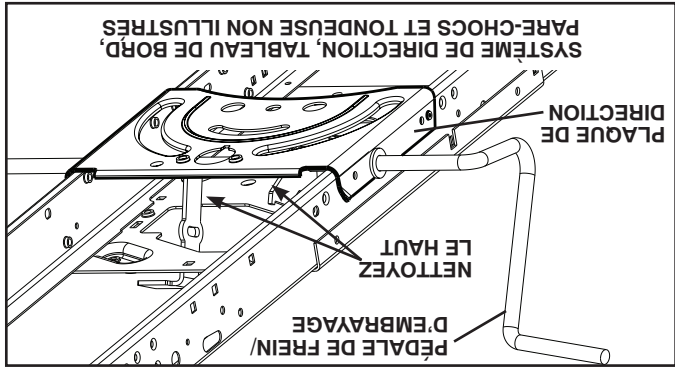

Fig. 34
- Nettoyez toute trace de débris sur la plaque de direction. Les débris peuvent empêcher le mouvement de l'arbre de la pédale de frein/d'embrayage, provoquant le glissement de la courroie avec perte d'entraînement. Voir Fig. 34.